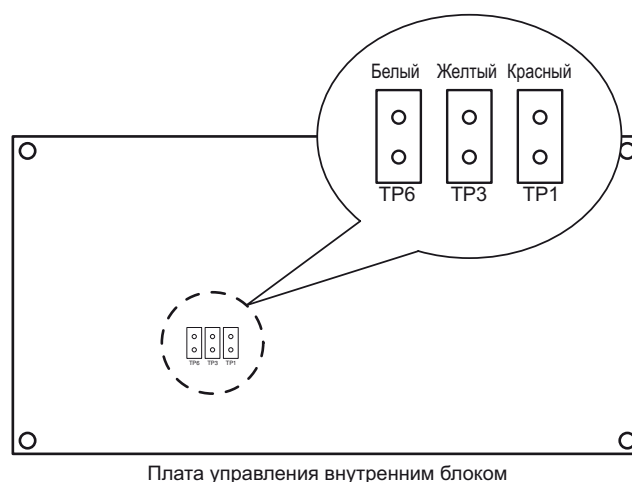

Рис.3-17
2. Откройте крышку отсека электрических компонентов и проверьте область закороченного контакта на плате управления внутренним блоком (Рис. 3-17).